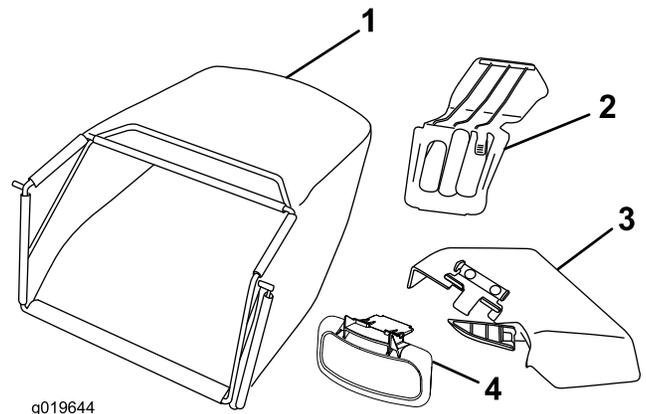

Figura 11
5. Mova a alavanca de controlo do regulador para a posição Fast quando o motor ligar (Figura 11).